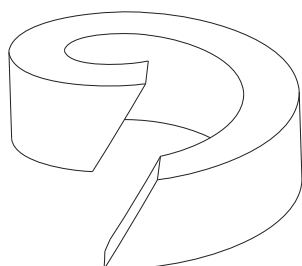

Fig. 7: Pakningsring
- Ved tilskæring af pakdåsepakningen fra snoren skal man sørge for et skråt skæreforløb (se Fig. 7).